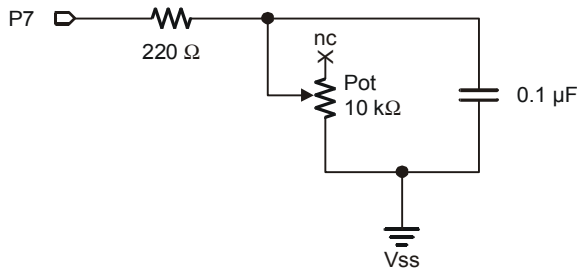
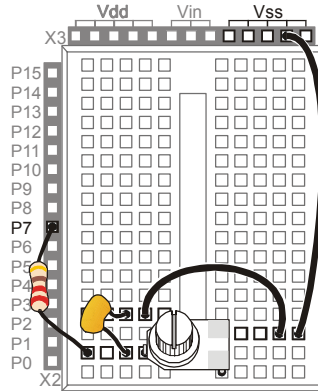

Figura 5-11
Figura 5-12
La Figura 5-11 mostra lo schema elettrico per il circuito RC-time veloce, e la Figura 5-12 mostra lo schema pratico. Questo è il circuito che userete per rilevare la posizione del Potenzimetro con l'aiuto del BASIC Stamp e di un programma PBASIC.
√ Costruite il circuito mostrato in Figura 5-11.
per la Figura 5-11
- √ Lasciate il circuito Potenziometro RC-time dell'Esercizio #3 sulla vostra scheda prototipale. Se lo dovete riassemblare, usate la Figura 5-11 a pagina 153 e la Figura 5-12 a pagina 154. Assicuratevi di usare il condensatore da 0.1 μF , non il condensatore da 0.01 μF .